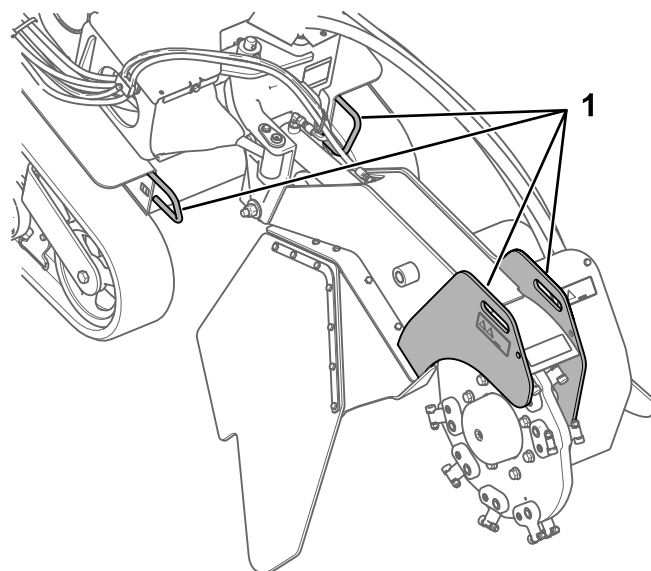
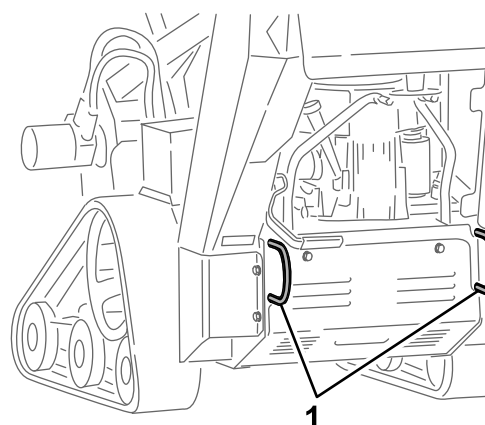

Figura 22
Figura 23
3. Fixe a máquina a um atrelado com correias ou cintas utilizando os pontos de fixação/elevação na parte da frente e de trás da máquina (Figura 22 e Figura 23). Consulte os regulamentos locais relativamente a requisitos de atrelado e pontos de fixação.
Pode levantar a máquina utilizando os pontos de fixação como pontos de elevação (Figura 22 e Figura 23).